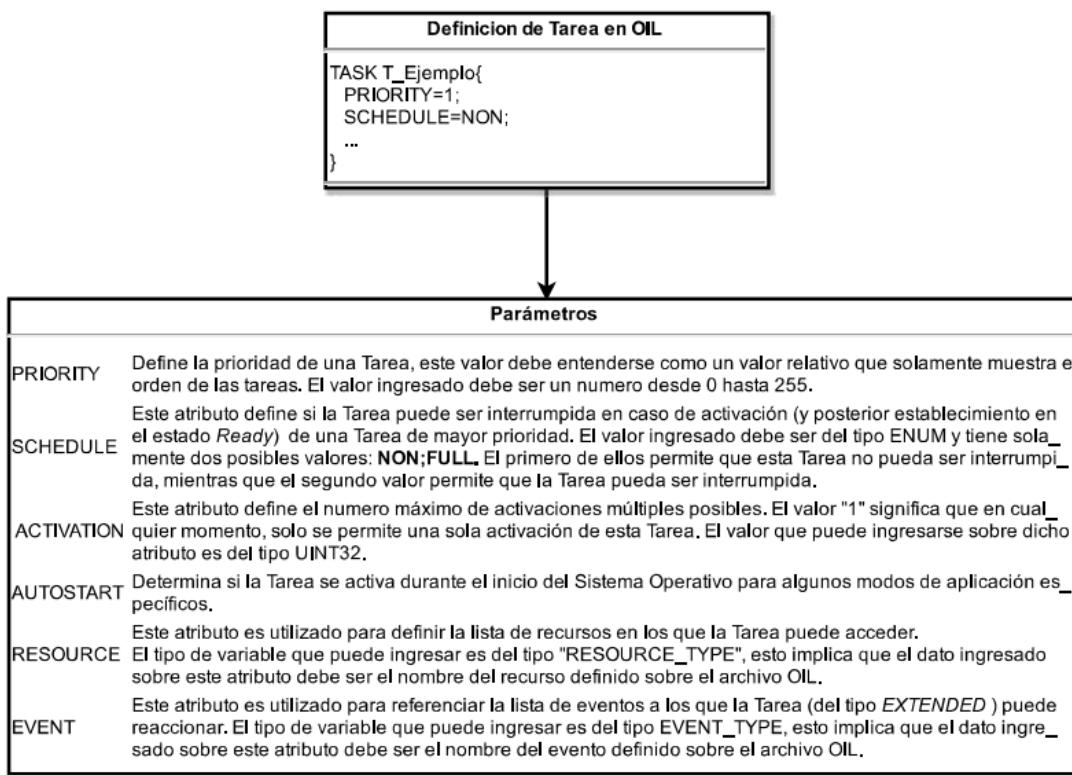

Figura 55: Definición de Tarea sobre archivo de configuración
- **Paso 5:** A continuación se define una Tarea que efectua la configuración inicial de la placa, y de los puertos GPIO utilizados para el Display 7 Segmentos. La instrucción que permite la definición de una Tarea sobre el archivo de configuracion *OIL* es *TASK*, la Figura 55 ilustra el proceso llevado a cabo para dicho proceso.
- **Paso 6:** La tarea que se desea definir en primer lugar, necesita activarse en el momento de inicio del programa. Teniendo en cuenta los atributos explicados sobre la figura 55 ,se determina que *AUTOSTART* adquiera el valor *TRUE*. Dado que no se prevee que dicha Tarea vuelva a ejecutarse durante el desarrollo del programa, se asigna una prioridad baja y su tipo designado es *BASIC*. La Figura 56 ilustra la definición de dicha Tarea.